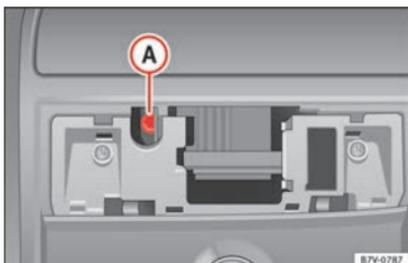

Abb. 16 Innensechskantschraube zum Schließen des Panorama-Schiebedachs.
- Stecken Sie einen handelsüblichen Innensechskantschlüssel¹⁾ der Größe 4 mm in die Innensechskantschraube » Abb. 16 A.